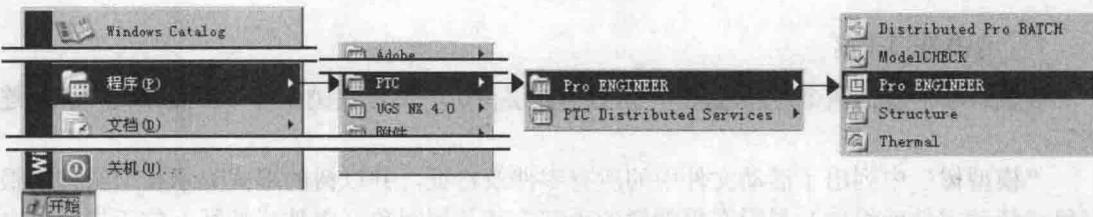

图 1.3.1 Windows “开始”菜单
Step2 如图 1.3.1 所示，选择“程序(P)→PTC→Pro ENGINEER→” Pro ENGINEER 命令，系统便进入 Pro/ENGINEER 软件环境。